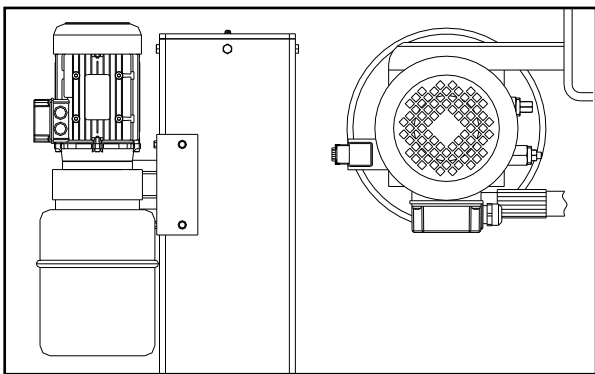

рис. 31
- ◆ Установить насос на блок согласно рис. 31 и зафиксировать его на основании стойки управления.